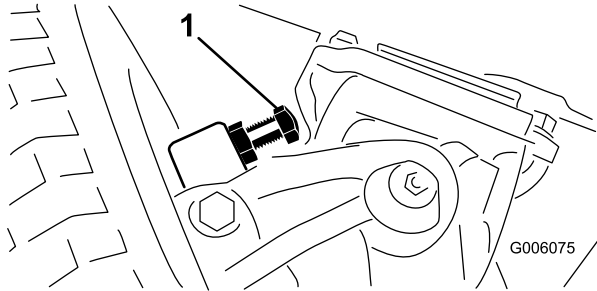

Figura 60
1. Aperte ou desaperte as cavilhas até alcançar uma folga de 0,23 cm (Figura 60).